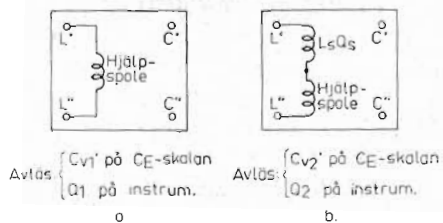

Fig 4
Vill man mäta mycket låga induktansvärden kopplar man induktansspolen som skall mätas i serie med en hjälpspole. Se fig. 4. Vill man i stället mäta mycket höga induktansvärden kopplar man den spole som skall mätas parallellt över en hjälpspole, se fig. 5. I båda fallen gäller att man inte får ha någon inbördes koppling mellan provspolen och den spole man skall mäta på. Mätförfarandet blir i båda dessa fall att man gör två mätningar: först mäter man med enbart hjälpspolen inkopplad (fig. 4 a och 5 a) man läser av C_v' -värdet avläst på C_B -skalan (= C_{v1}') och Q -värdet (Q_1) samt signalgeneratorns frekvens f . Därefter gör man en förnyad mätning med den spole som skall mätas antingen i serie eller i parallell med hjälpspolen och man får då avläsningarna C_{v2}' resp. Q_2 , se fig. 4 b och 5 b. Med utgångspunkt från dessa värden får man sedan fram det sökta induktansvärdet, L_s resp. L_p och induktans-
V. spalten: Formler för beräkning av induktans och Q -värde $L_s Q_s$ vid mätning enligt fig. 4 a och b. H. spalten: Formler för beräkning av induktans och Q -värde $L_p Q_p$ vid mätning enligt fig. 5 a och b.
Exempel 1: Vid en mätning enligt fig. 4 a och b, utförd vid mätfrekvensen $f = 10$ MHz har man avläst följande värden: $C_{v1}' = 100$ pF, $Q_1 = 50$ resp. $C_{v2}' = 95$ pF och $Q_2 = 45$. Beräkna induktans och Q -värde hos den undersökta spolen. Ur fig. 6, vänstra spalten, fås